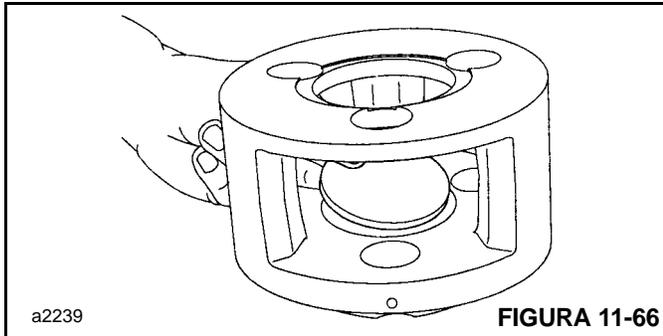

FIGURA 11-66
1. Coloque o transportador planetário de saída em uma bancada de trabalho com o engate estriado voltado para baixo. Instale a placa de encosto de saída no centro do transportador (Figura 11-66).